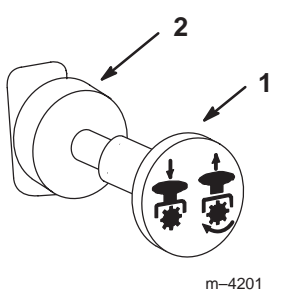

Figure 16
3. Placez la commande de prise de force (PDF) en position désengagée (Fig. 16).